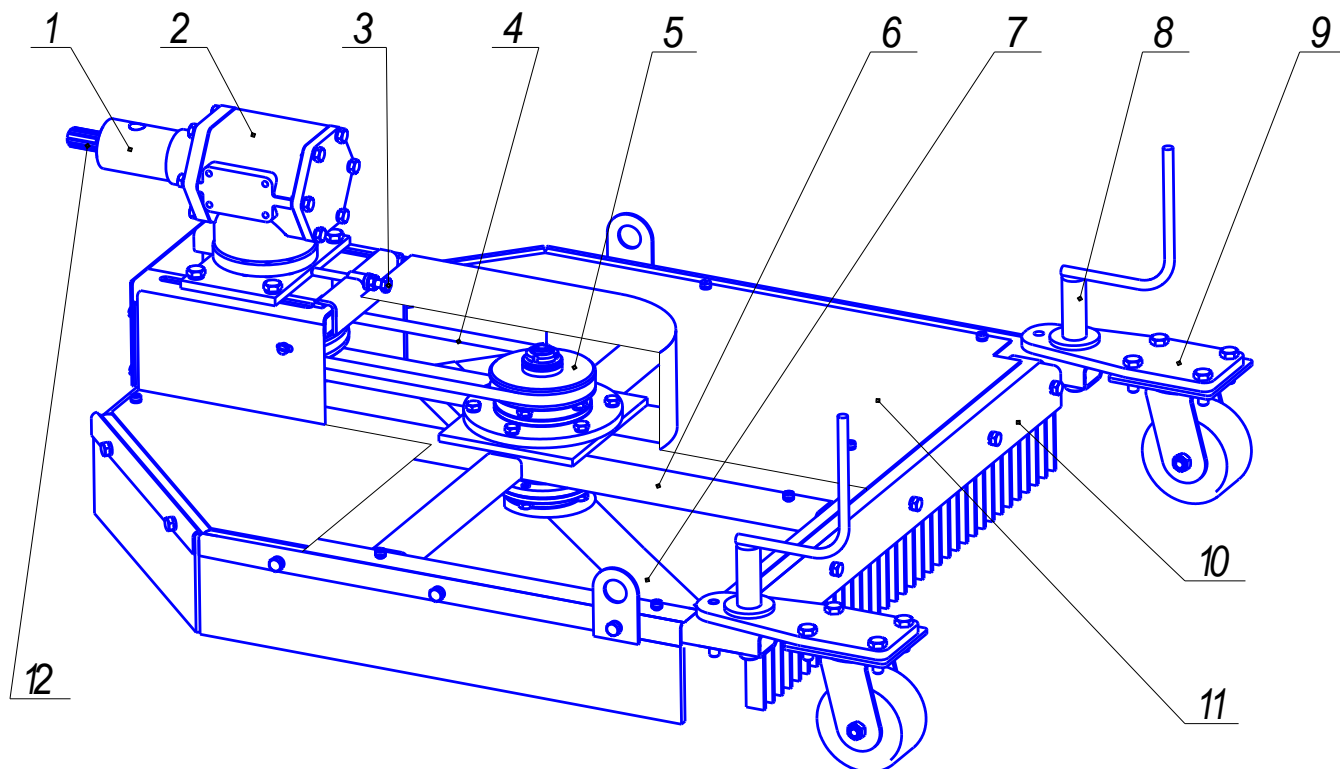
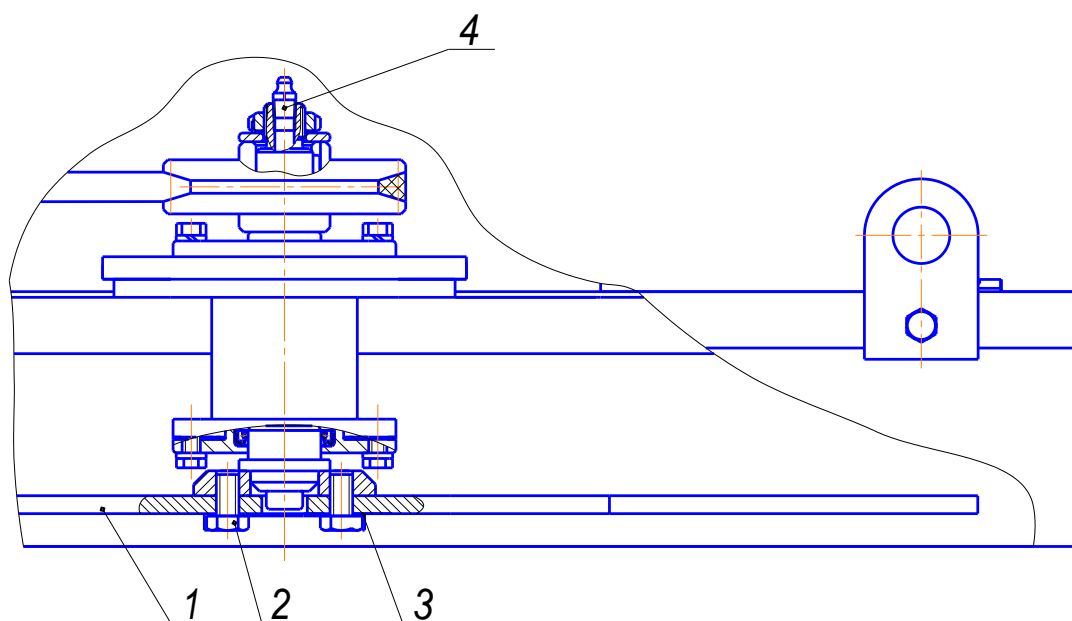

Рисунок 1 – Косилка роторная КРМ-2
Рисунок 2 – Схема крепления ножа
1.5.1 Присоединение косилки (рисунок 1) осуществляется с помощью хвостовика 1 через вал 12 редуктора 2.
1.5.5 Для переустановки или замены ножа (рисунок 2) необходимо расстопорить пластину 3, при помощи гаечного ключа вывернуть болты 2. Переустановить или заменить нож 1. Сборку выполнить в обратной последовательности. Резьбовые соединения затянуть плотно и равномерно. Момент затяжки болтов – 40-50 Н·м.
3.2 Перед началом сезонных работ производите смазку привода 5 (рисунок 1): снимите кожух и прошприцуйте через масленку 4 (рисунок 2) смазкой ЦИАТИМ-201 ГОСТ 6267-74.
3.3 Периодически, не менее одного раза в год, через люк в корпусе редуктора 2 (рисунок 1) смазывайте зубчатые венцы шестерен редуктора смазкой ЦИАТИМ-201 ГОСТ 6267-74.